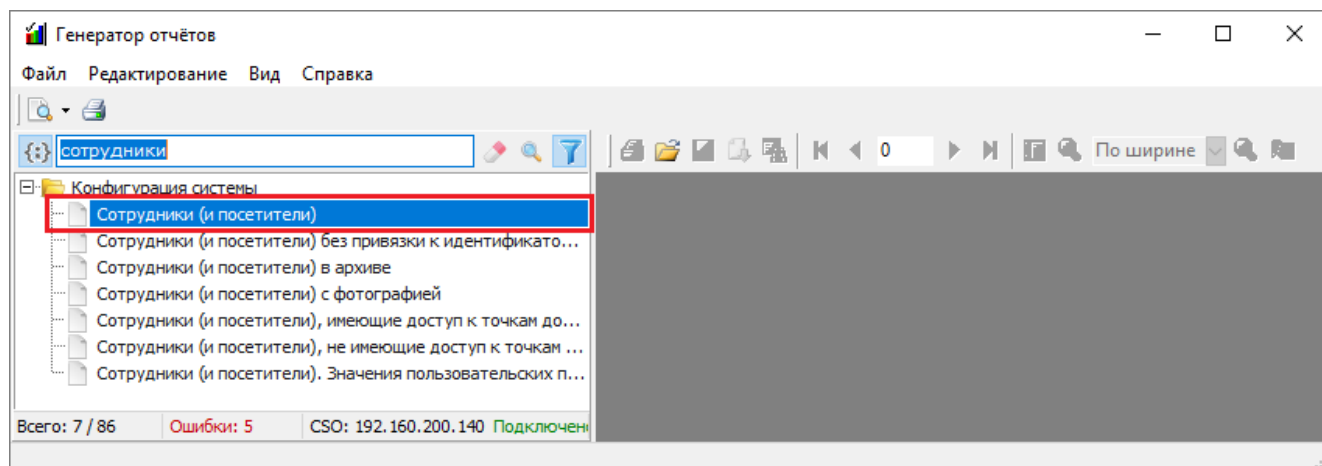

Рисунок 11-219 Выбор отчета "Сотрудники" в списке отчетов
- 1) В списке отчетов (см. п. 11.5.3.2) выберите отчет «Сотрудники (и посетители)» (см. Рисунок 11-219);